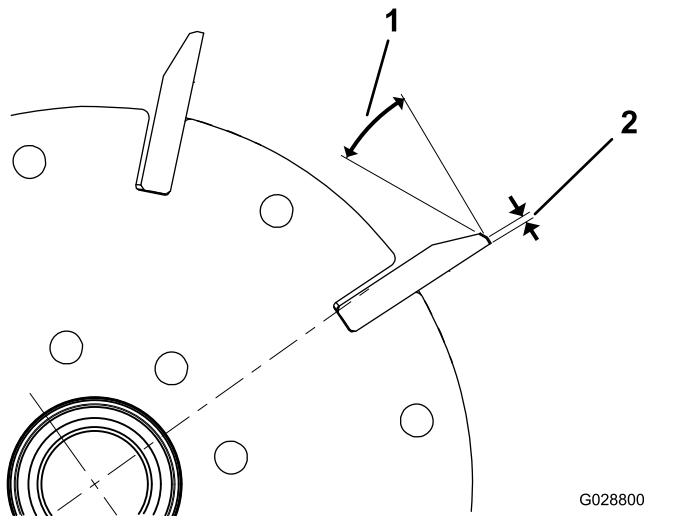

図 27
1. 全部のリール刃に 30°の角度で2番削りを行って、ランド部の幅を 1.3 mm にしてください 図 27。